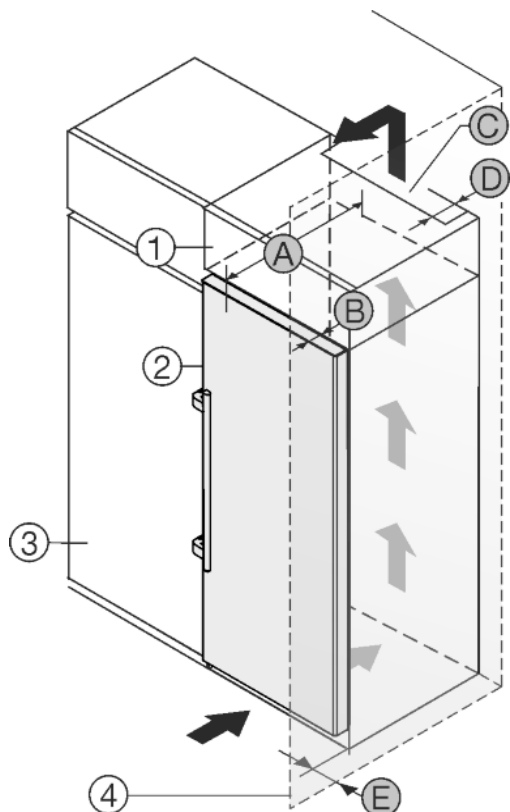

Fig. 20
Het apparaat kan in keukenkasten worden ingebouwd. Om het apparaat Fig. 20 (2) aan de hoogte van het keukenblok aan te passen, kan boven het apparaat een opzetkast Fig. 20 (1) worden aangebracht.
Het apparaat kan direct naast de keukenkast Fig. 20 (3) worden geplaatst. Om de deuren volledig te kunnen openen, moet het apparaat overeenkomstig de diepte Fig. 20 (B) t.o.v. het keukenkastfront uitsteken. Afhankelijk van de diepte van de keukenkast en het gebruik van de wandafstandhouders kan het apparaat verder uitsteken.
- Aan de achterzijde van de opzetkast moet een luchtafvoerkanaal met de diepte Fig. 20 (C) over de volledige breedte van de opzetkast aanwezig zijn.
- Onder het plafond moet de ventilatiedoorsnede Fig. 20 (C) worden aangehouden.
Wanneer het apparaat met de scharnieren naast een wand Fig. 20 (4) wordt geplaatst, moet de afstand Fig. 20 (E) tussen apparaat en wand worden aangehouden. Dit komt overeen met de uitsteekmaat van de handgreep bij geopende deur.